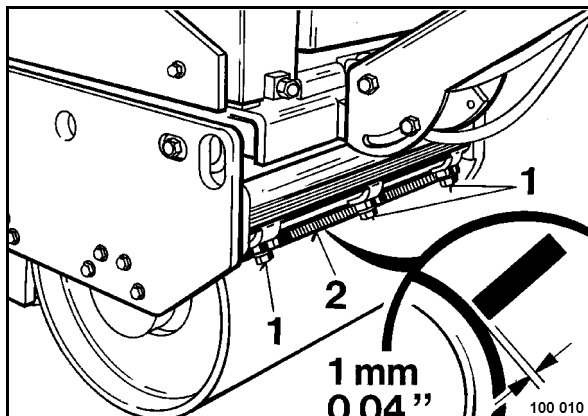

Fig. 77
- Soltar los tres tornillos hexagonales 1 (Fig. 77) situados en los soportes.
- Alinear los rascadores (2) con una distancia de aprox. 1 mm paralelamente hacia el rodillo.